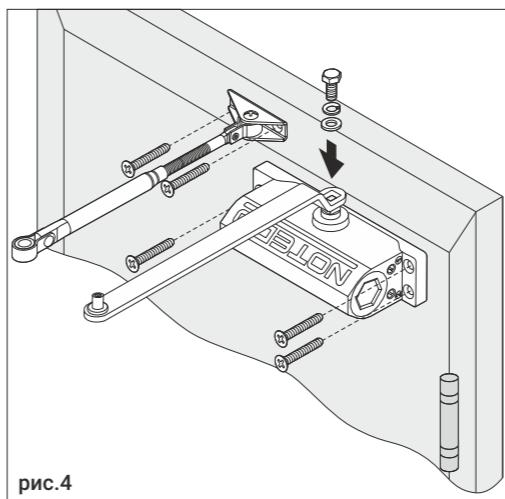

рис.4
- Установите доводчик таким образом, чтобы винты регулировки скоростей "Закрывания" (1) и "Доводки" (2) находились со стороны петель. Зафиксируйте обязательно тремя винтами (шурупами), рис. 4. **Установка на два винта (шурупа) не допускается!**
- Разъедините рычаг (рычаг поставляется в сборе). Установите башмак по разметке, закрепите его 2-мя винтами (шурупами), рис.4. Основную часть рычага установите на шпиндель доводчика, закрепив винтом M6, рис.4.